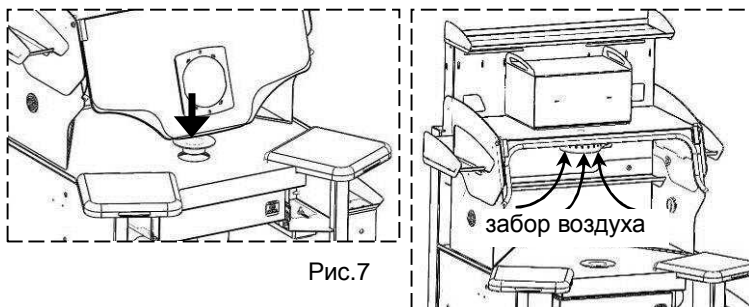

Рис.7
- ЗОНТ, угольный фильтр для нейтрализации запахов при работе с пластмассами в Б 5.0 У МАСТЕР АРТ (комплектация СЗТ 2.1 ДРИМ ЭКО), рис.7, поставляемый по дополнительной заявке;